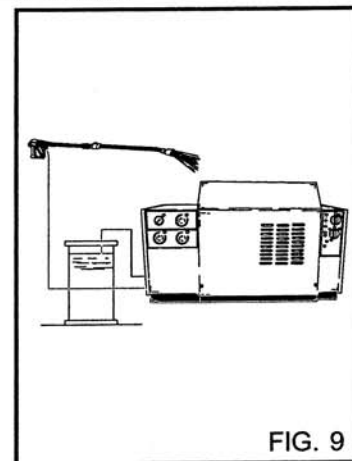

FIG. 9
3) Después del uso con detergente, aclarar el circuito de aspiración; introducir el tubo de aspiración del detergente (fig. 9) en un bidón de agua limpia y hacer funcionar la bomba durante 1 minuto con el grifo de dosificación completamente abierto.
- 5) Después del uso con detergente, aclarar el circuito de aspiración, introducir el tubo de aspiración (fig. 9) del detergente en un bidón de agua limpia y hacer funcionar la bomba durante 1 minuto con el grifo de dosificación completamente abierto y la lanza en fase de suministro del detergente. Repita la operación primero con el selector producto detergente en la pos. "1" y después en la pos. "2".